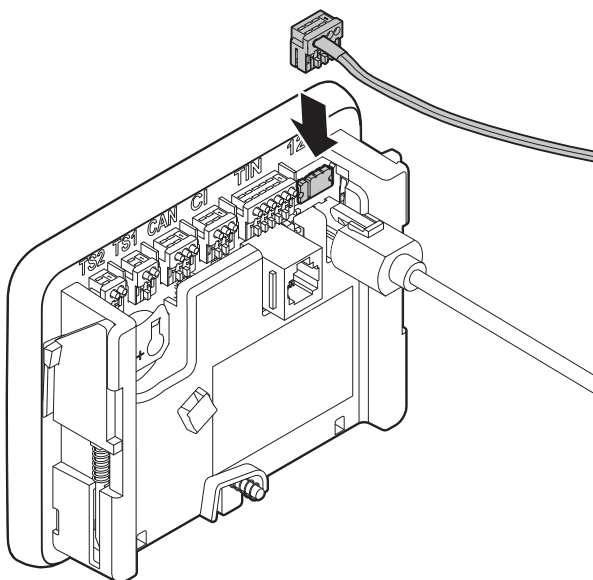

Fig. 10
- ▶ Sæt forsigtigt kontrolpanelkablets stik (Fig. 10) i kontrolpanelet oppefra uden knæk på kontrolpanelkablet ved overgangen mellem kontrolpanelkabel og stik.